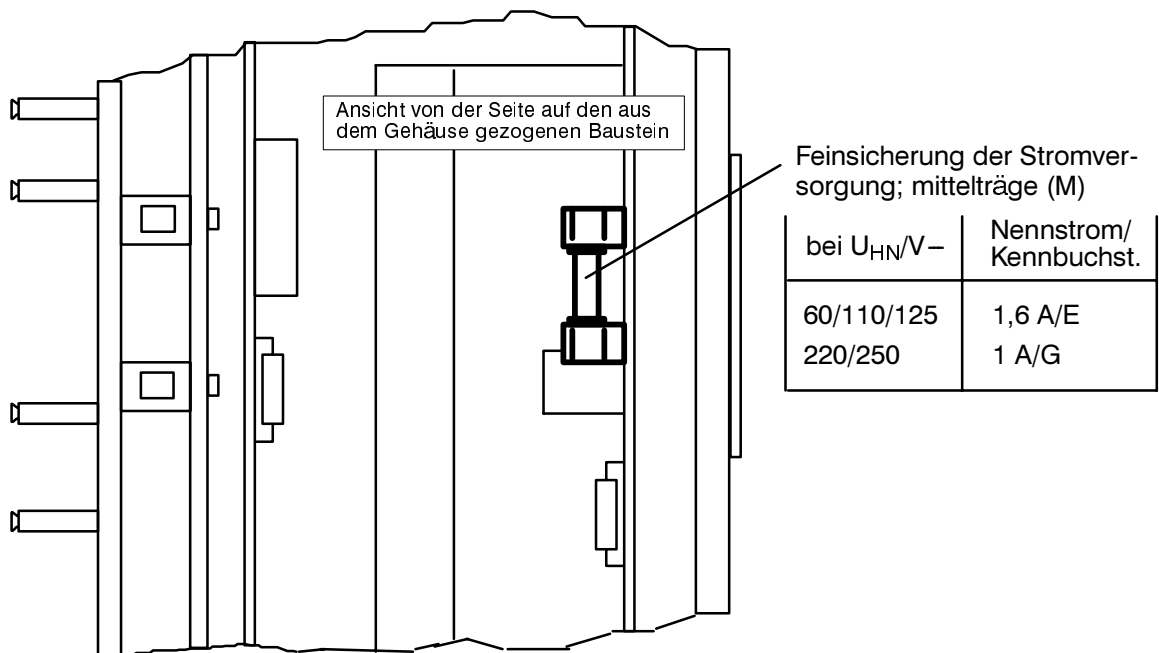

Bild 7.1 Feinsicherung der Stromversorgung
- Ist der Schmelzeinsatz im Stromversorgungsteil der Baugruppe unversehrt (siehe Bild 7.1)? Gegebenenfalls Feinsicherung gemäß Abschnitt 7.2.1 ersetzen.
- Ersatzsicherung 5×20 mm nach Bild 7.1 bereitlegen. Auf richtigen Nennwert, richtige Trägheit (M) und richtigen Kennbuchstaben achten.
- Defekte Sicherung auf der Stromversorgungsplatine aus der Halterung entfernen (Bild 7.1).
- Neue Sicherung nach Bild 7.1 in die Halterung einsetzen.